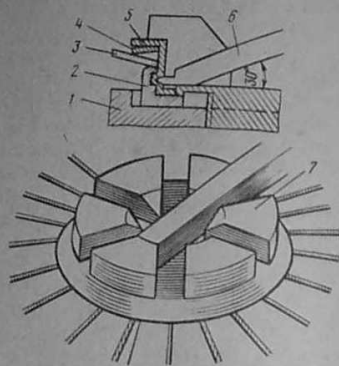

Рис. 45. Установка пяты
3. Установить пружинное коническое кольцо 4 (рис. 45), обращенное вогнутой стороной к диафрагменной пружине 3, и накрыть его фланцем центральной втулки 5, вставив ее в отверстие пружины.